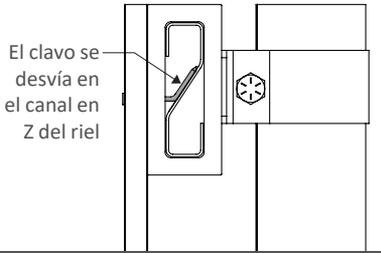

Fig. 28
2. Continúe con este proceso a lo largo del tramo de la cerca, confirmando periódicamente que los tableros estén a ras y a plomo, como se muestra en la Fig. 28.